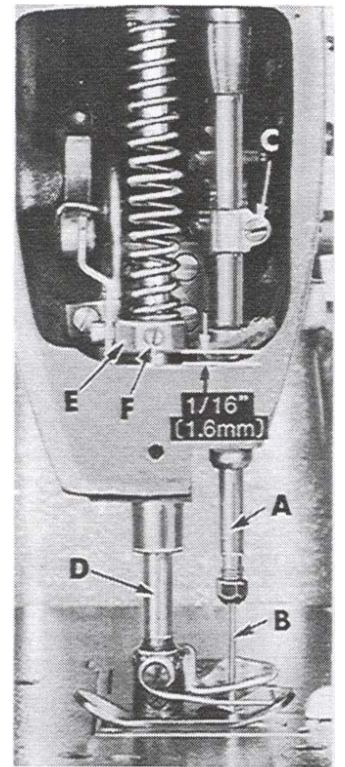

Fig. 8
Height of needle bar (A, Fig. 8) is correct when the top of the needles eye is even with the lower edge of the looper and the point of the looper is behind the needle and by 0.2 - 0.3 mm left of the needle. Adjustment can be made by loosening screw (C, Fig. 8), move needle bar (A) up or down as required, retighten screw.
Die Höhe der Nadelstange (A, Fig.8) ist richtig, wenn die Oberkante des Nadelohrs mit der Unterkante des Greifers eine Linie bildet und die Spitze des Greifers hinter der Nadel und 0,2 - 0,3 mm links von der Nadel steht. Zur Einstellung lösen Sie die Schraube (C, Fig. 8) und schieben die Nadelstange (A) entsprechend nach oben oder unten, ziehen Sie die Schraube wieder an.